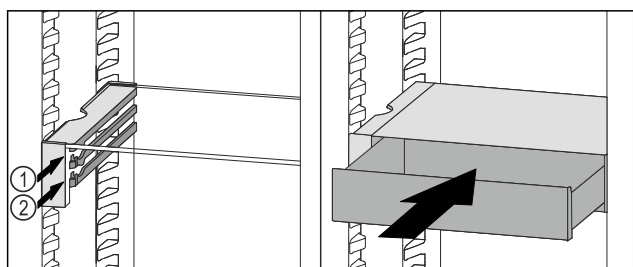

Fig. 126
- ▶ Sæt VarioSafe-skuffen ind bag stoppene på den ønskede ribbe Fig. 126 (1) eller Fig. 126 (2).